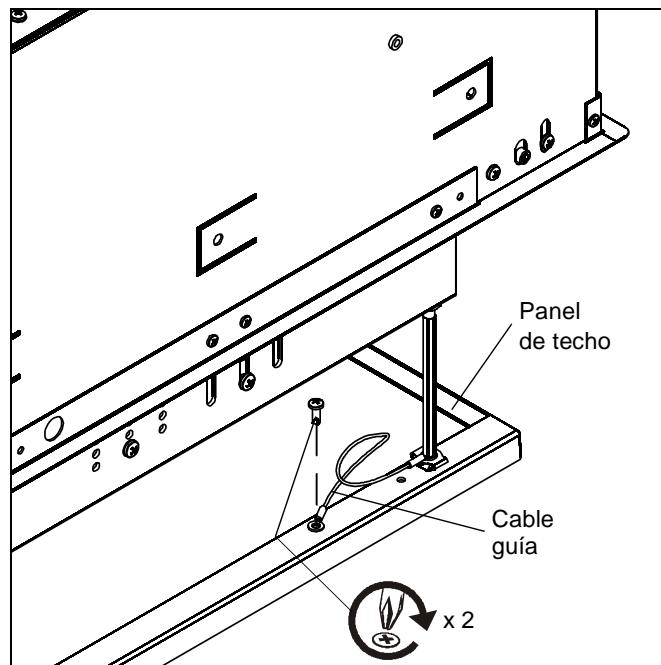

Figura 15
3. Fije los cables guía (en dos lugares) al panel de techo con los tornillos que extrajo antes. (Consulte la Figura 15).